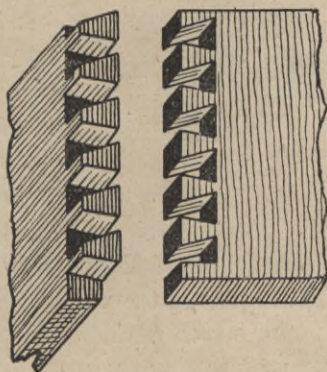

Fig. 121.
a) **Zazębienie zwyczajne** (gewöhnliche Zinken) (Fig. 121). Staranniejsze roboty mają większą ilość zębów niż mniej staranne. Zęby jednego kawałka przechodzą na wskrós drugiego tak, że drzewo sztorcowe wystaje z obu stron wiązania, co wygląda brzydko i dla tego wiązania tego używa się do robót pośledniejszych, więc skrzyń, szuflad i t. d.